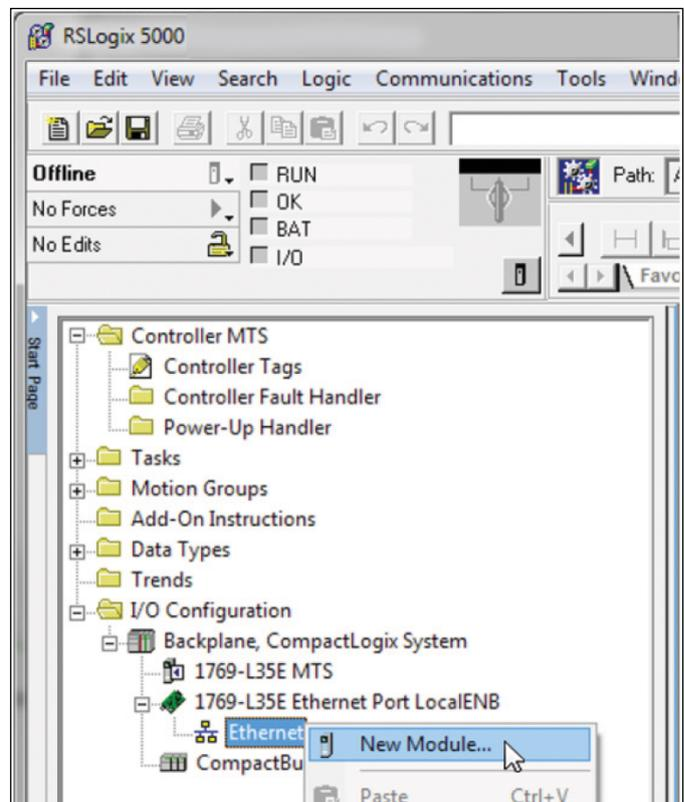

Abb. 101: Neues Modul zum RSLogix 5000 IO-Verzeichnisbaum hinzufügen
2. Öffnen Sie den Verzeichnisbaum der Steuerung auf der linken Seite der Hauptansicht. Klappen Sie den Eintrag „I/O Configuration“ auf. Klicken Sie mit der rechten Maustaste auf Ihr Netzwerk und wählen Sie den Eintrag „New Module“ aus (Abb. 101).